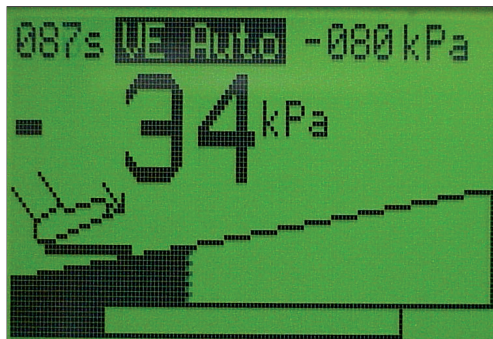
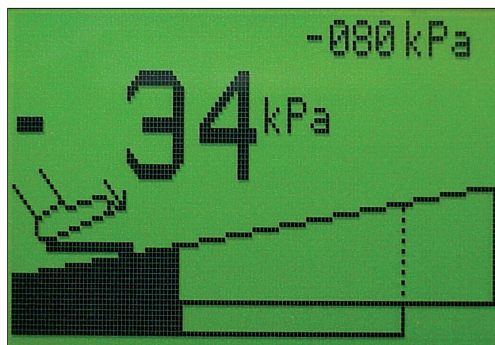

Fig. 29. Se muovo il pedale in avanti, inizio il controllo del vuoto a circa -34 kPa.
Fig. 30. Display dopo il controllo tramite pedale.
- In modalità VE posizionare il pedale al valore di vuoto attuale (fig. 29 e 31); l'aspiratore passa così in modalità di aspirazione normale (fig. 30). Il programma VE può essere riavviato premendo il pulsante di coppetta (fig. 19).